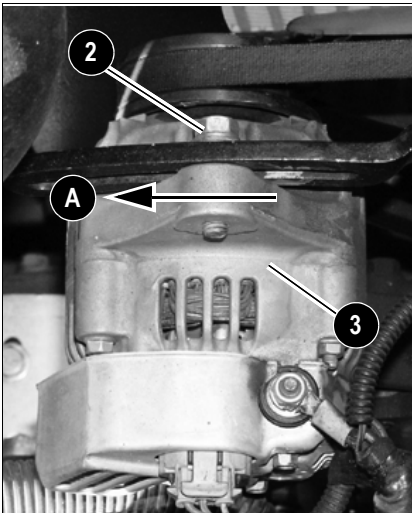

Fig. 90: Retensado de la correa
- ☞ Utilizando un medio auxiliar adecuado, mover el alternador de corriente trifásica en dirección de la flecha **A**, hasta que se haya alcanzado la tensión correcta (Fig. 90)